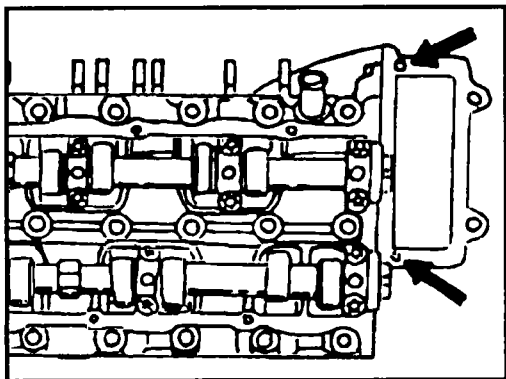

Рис.2.92 3 мм-отверстия на клапанной крышке
- ◆ Прикрепите крышку. Сначала затяните болты от руки, после чего по периметру затяните их окончательно моментом 10 Нм. С внутренней стороны в крышке находится уплотнительное кольцо круглого сечения, которое должно оставаться на месте. Если снимаются оба или только один распредвал без демонтажа двигателя с автомобиля, необходимо тщательно очистить оба 3 мм-отверстия в клапанной крышке (см. рис.2.92), и покрыть их герметиком, прежде чем устанавливать клапанную крышку. Установите распределитель зажигания.